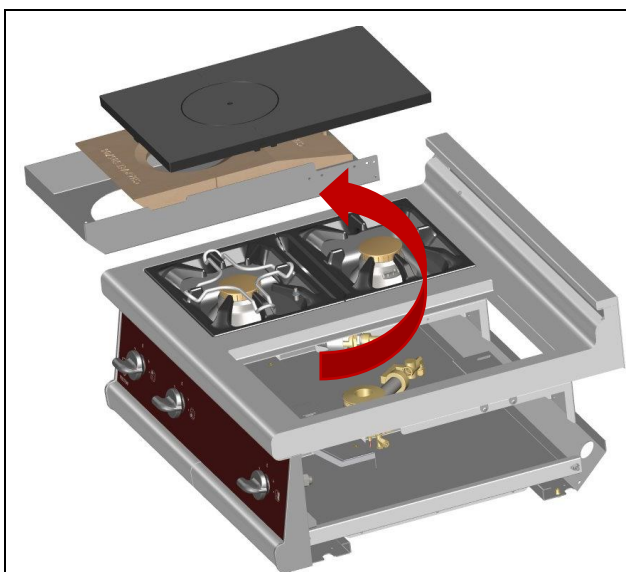

Fig10
- Déposer la plaque fonte, les réfractaires et le support. (Fig10)